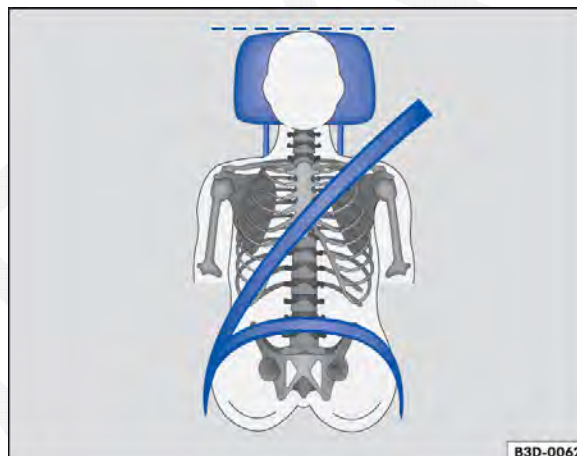

Fig. 39 Posição correta do cadarço do cinto de segurança e ajuste correto do apoio para cabeça.
- Ajustar o apoio para cabeça de modo que a sua borda superior se encontre preferencialmente na mesma linha da parte superior da cabeça – porém não abaixo da altura dos olhos. Posicionar a nuca tão próxima quanto possível do apoio para cabeça ⇒ Fig. 38 e ⇒ Fig. 39.